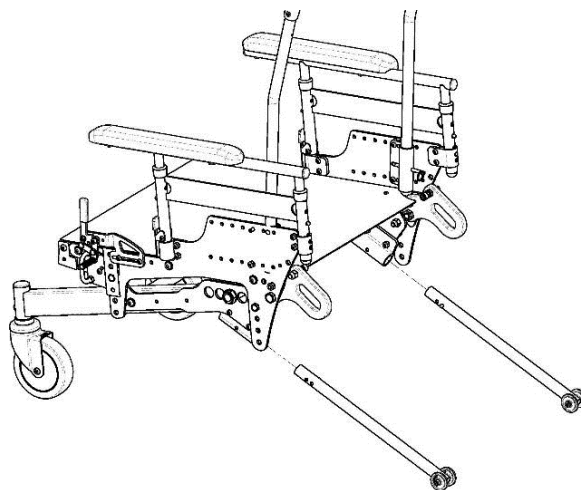

Fig. 13 Montering af anti-tip støtter.
2. Skub anti-tip støtten i modtageren. (fig. 13), indtil den låses på plads.